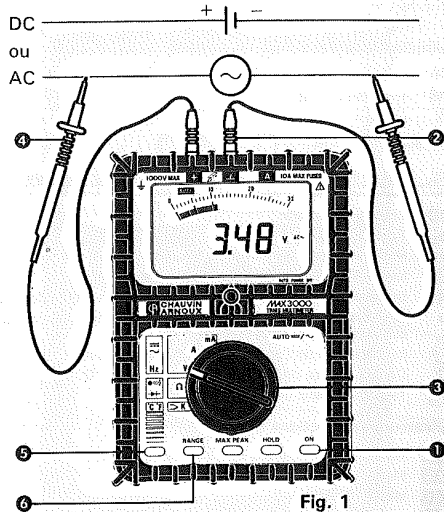

Fig. 1
- 4 Effectuer la mesure de tension aux bornes du circuit à contrôler comme indiqué ci-contre (Fig. 1). L'appareil sélectionnera automatiquement la gamme la mieux adaptée ainsi que la fonction prédominante AC ou DC.